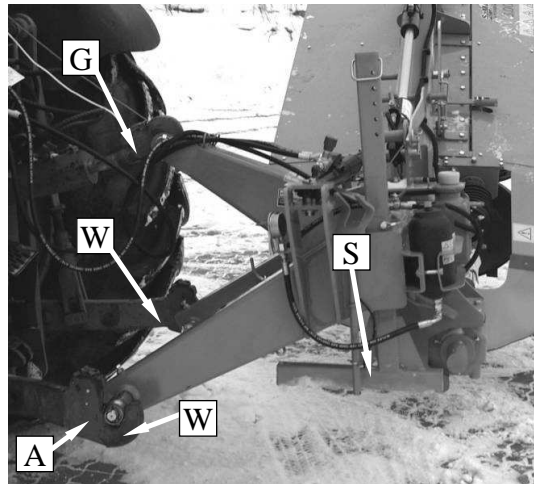

Bild 10. Das an den Schlepper angeschlossene Mähwerk
Mäher K4BTC 265 kann mit Traktoren Klasse 2,0 (Leistung ab 80 PS) arbeiten. Mäher K4BTC 300 kann mit Traktoren Klasse 2,0 (Leistung ab 90 PS) arbeiten. Der Mäher soll mit dem Schlepper mittels Dreipunktturm (siehe **Bild 10**) verbunden werden. Punkte **W** der Unterlenker an Bolzen **A** (**Bild 10**) des Aufhängungsrahmens befestigen. Kette **L** auf dem Befestigungsbolzen des Oberlenkers anbauen, damit die Punkte **W** nicht herunterfallen. Nach dem Anbau muss die Maschinenlage mittels Oberlenker **G** und Lenker **W** auf einer Ebene eingestellt werden (**Bild 10**). Hydraulikschlauch zum einkreisigen Hydraulikanschluss des Schleppers befestigen.
- ❑ Stützfuß S hochheben (**Bild 10**),
- ❑ Mit Lenker **S** (**Bild 10**) Schnitthöhe einstellen. Verlängerung des **S** erhöht die Schnitthöhe und umgekehrt.